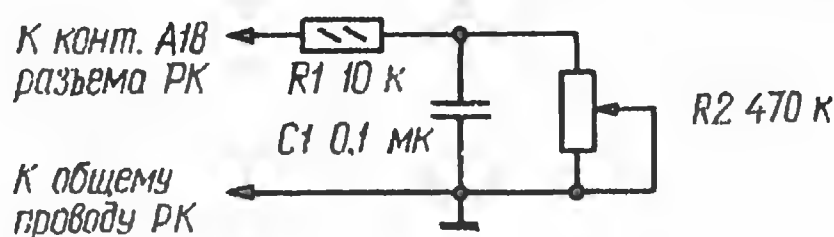

Рис. 1
Для управления перехватчиком необходимо собрать пульт, схема которого приведена на рис. 1. Левый (по схеме) вывод резистора R1 в компьютере «Радио-86РК» подключают к выводу (14) младшего разряда порта С микросхемы D14 (KP580IK55).